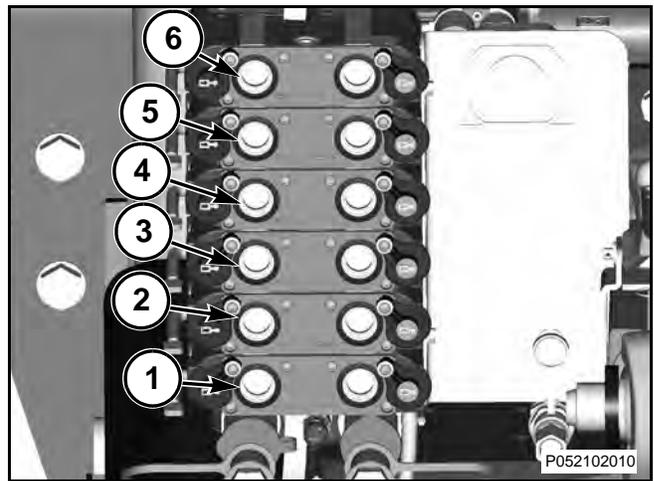

FIG. 37
FIG. 37: Las válvulas del implemento están situadas en la parte trasera de la máquina. La válvula de control hidráulico (1) está situada en la parte inferior del banco de válvulas hidráulicas. El acoplador del lado izquierdo es el orificio de extensión y el acoplador del lado derecho es el orificio de retracción.